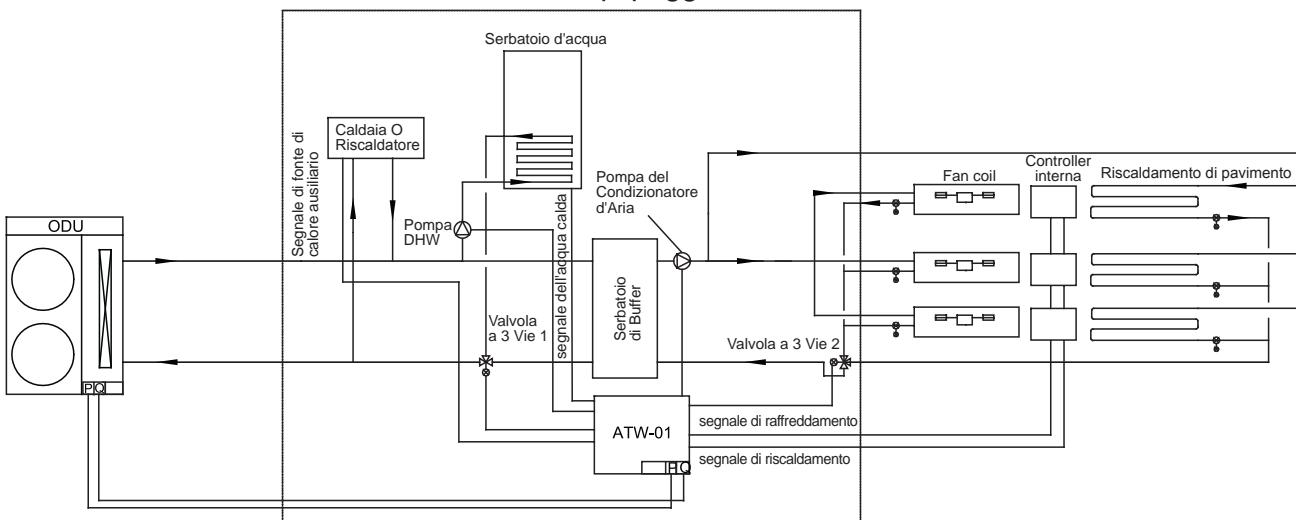

Fig.4 DHW controllato dal comando dell'Utente
- L'utente invia / disattiva su CN22 mentre il PCB esterno BM1-1 sarà impostato su ON (Fig.4).